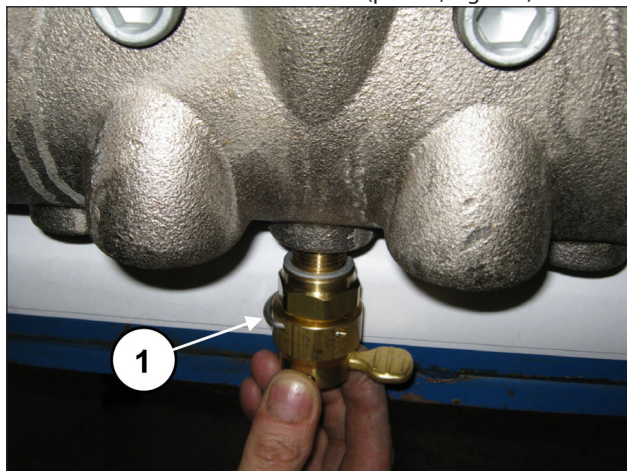
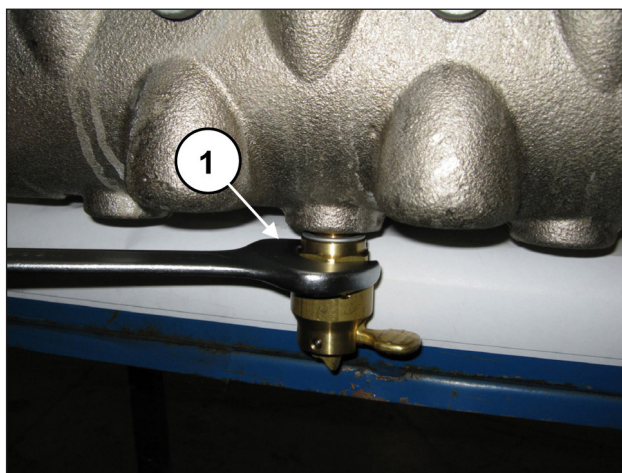

Fig. 131
Fig. 132
Applicare i dispositivi apertura valvole (pos. ①, Fig. 131) ed avvitarli mediante chiave da 30 mm (pos. ①, Fig. 132).